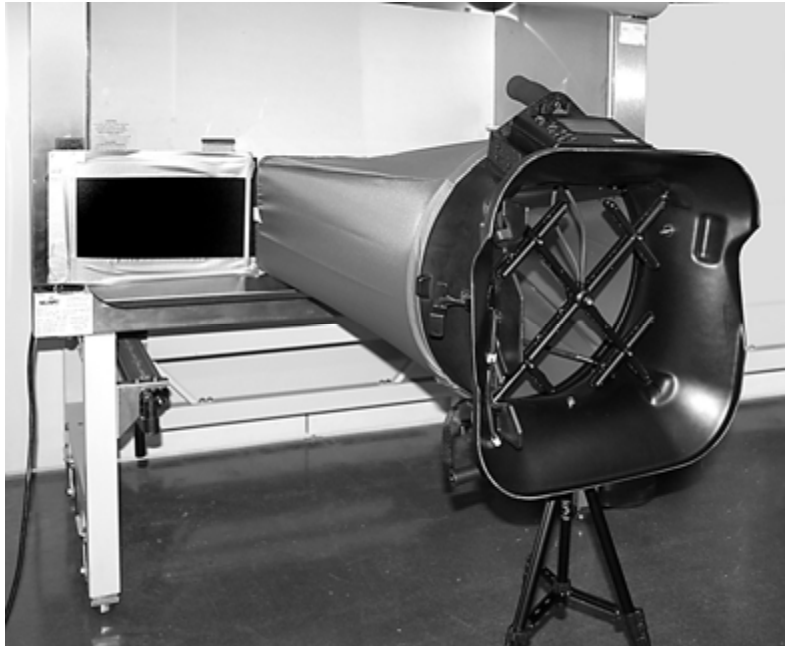

Abb. 26: Einrichtung von Höhe und Position des Teleskopständers
5. Stellen Sie die Höhe und Position des Teleskophalters so ein, das der untere Teil des Rahmens Halt an der Tischkante findet. Das Gerät soll horizontal zu der Sicherheitswerkbank angebracht werden (siehe Abb. 26).